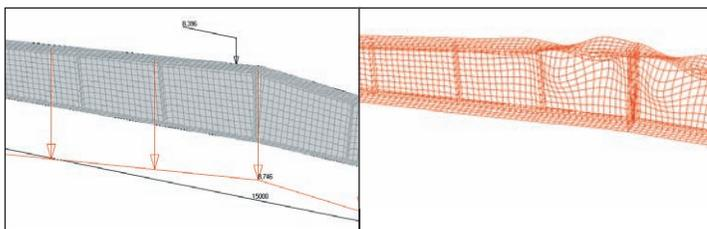
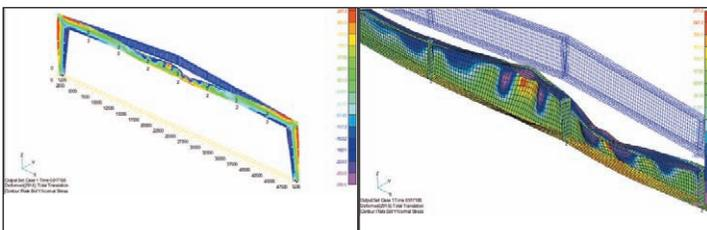

Рис. 12. Модель из оболочечных элементов, созданная автоматически в Гепард-А (слева), и первая форма потери устойчивости стенки в SCAD (справа)
Рис. 13. Потеря несущей способности рамы в программе Nastran
7. При необходимости средствами Гепард-А автоматически генерируется оболочечная модель, затем она экспортируется в SCAD или Nastran, где выполняется дополнительный анализ. В частности, достаточно эффективно в SCAD можно осуществить анализ местной устойчивости стенки переменного сечения, точный расчет которой по действующим нормам не представляется возможным. На рис. 12 показаны созданная в Гепард-А оболочечная модель — слева, а справа — форма потери устойчивости стенки в SCAD. На рис. 13 представлена потеря несущей способности рамы, выполненная в программе Nastran по технологии нелинейного деформационного анализа с учетом геометрической и физической нелинейности на основе диаграмм работы стали (оболочечная модель экспортировалась из программы Гепард-А). Нужно отметить, что нелинейный деформационный анализ позволяет получить фактическую оценку несущей способности стальной конструкции на основе оболочечной модели, что в будущем даст возможность отказаться от иногда запутанных нормативных проверок, основанных на стержневых моделях.